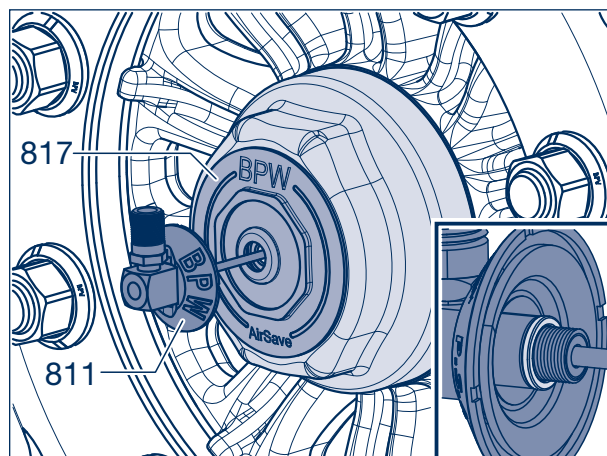

Bild 3
- [7] Weißen Dichtring des Rotors (811 oder 811a, je nach Bereifung) auf richtigen Sitz am Ende des Gewindes prüfen, ggf. bis zum Anschlag aufschieben (Bild 3, Ausschnitt).
- [8] Rotor in den Adapter (817) der Nabenkapsel und den Stator (821) im Achsschenkel einführen und bis zur Anlage eindrücken. Ein geringer Widerstand ist dabei zu überwinden.